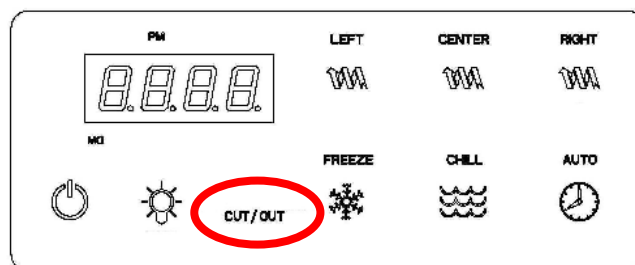

Fig. 11
Quando la temperatura interna della macchina arriva al valore limite impostato dalla casa costruttrice, sul display appare la scritta **CUT/OUT** (fig.11) ed il funzionamento dell'impianto frigorifero è inibito onde evitare di danneggiare il compressore.
- Quando ciò accade sul display compare la scritta **"CUT/OUT"** (fig.11).